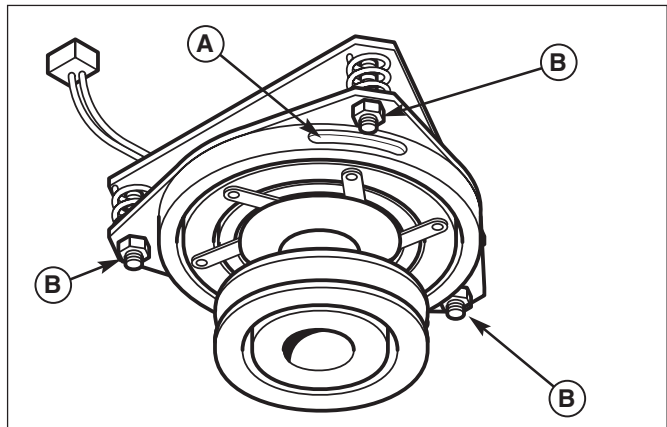

Figure 52. Réglage de l'embrayage de la PDF
2. Voir la figure 52. Noter la position des 3 orifices de réglage (A) situés sur le côté de la plaque de freins et les écrous de réglage à filetage autofreinant (B).
4. Serrer alternativement les écrous de réglage (B, figure 52) jusqu'à ce que la face du rotor et la face de l'induit entrent juste en contact avec la jauge.